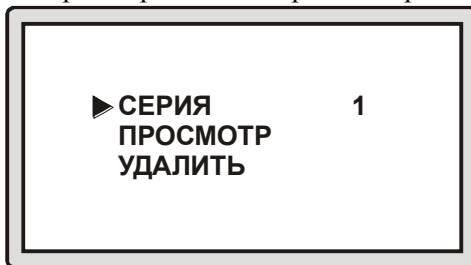

Рис. 9 Подменю «ГРАФИК»
7.1.3.2 Подменю «**ДАННЫЕ\ГРАФИК**» (рис.9) предназначено для визуального просмотра сохраненной серии измерений.